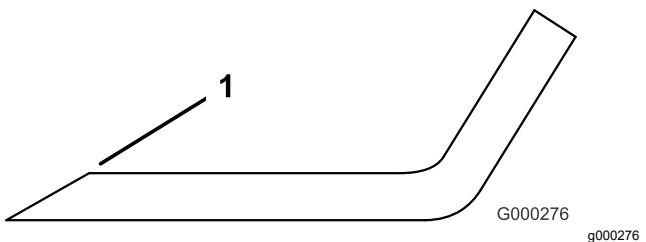

Figure 86
- Examinez les tranchants de toutes les lames et aiguissez-les s'ils sont émoussés ou ébréchés (Figure 86).
**Remarque:** N'aiguisez que le haut du tranchant et conservez l'angle de coupe d'origine pour obtenir une coupe nette (Figure 86). Limez la même quantité de métal sur chacun des deux tranchants pour ne pas déséquilibrer la lame.